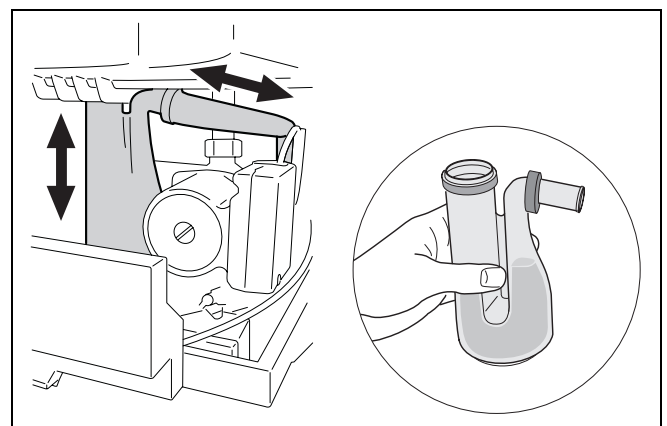

fig. 14 Sifon vullen
- Trek de sifon met de lipafdichting naar onderen uit de bus en trek vervolgens deze uit de afvoer (\rightarrow fig. 14).